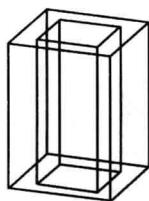

图 1-21
(1) 线架图 线架图显示模型的所有边线，如图 1-21 所示。